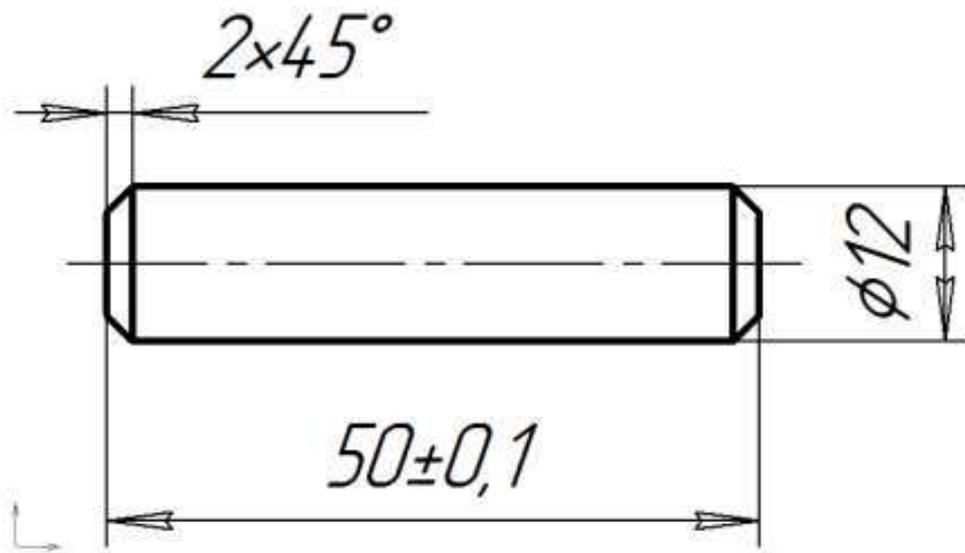

Рис. 1 Штифт цилиндрический
4. Предельные отклонения размеров штифтов не должны превышать по длине и диаметру $\pm 0,1$ мм (рис. 1).